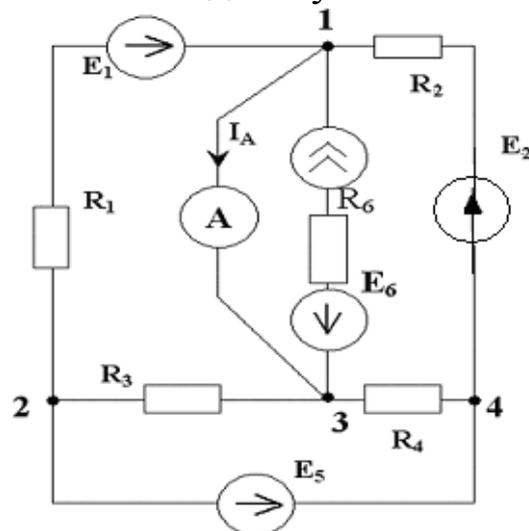

Рис. 4
7. В соответствии с требованием 5^{ого} пункта задания параллельно ветви с источником тока включаем идеальный амперметр (рис.4). Его можно считать нагрузкой активного 2^х-полюсника (случай короткого замыкания его зажимов “1” и ”3”).